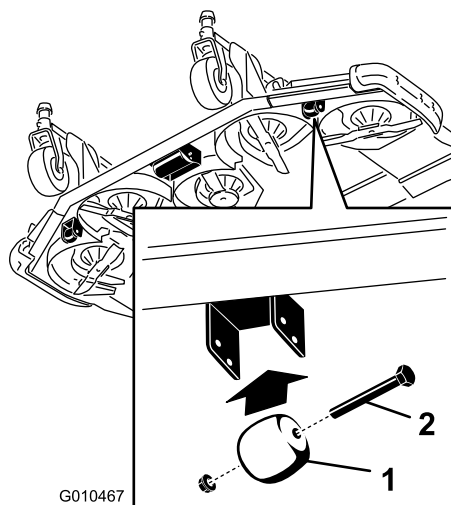

図 30
1. ローラのシャフトをデッキのブラケットに固定しているネジとナットを取り外す (図 30)。
1. ゲージホイールを カuttingユニットのブラケットに固定しているボルトとナットを外す (図 30)。